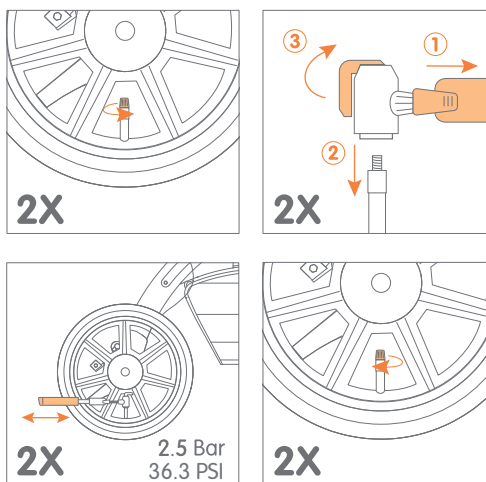

Abbildung 78: : Aufpumpen der Luftreifen.
- Bleiben Sie beim Einstellen der Bremsen an der Rückseite des Rollz Motion Electric. Lösen Sie den Sperring (1) am unteren Ende des Bremskabels (ziehen Sie das Kabel nach oben, um es zu erleichtern). Drehen Sie die Einstellschraube (2) darüber, um das Bremskabel zu verkürzen oder zu verlängern **Abbildung 78**. Drehen Sie im Uhrzeigersinn, um die Bremskraft zu erhöhen, und gegen den Uhrzeigersinn, um sie zu verringern.